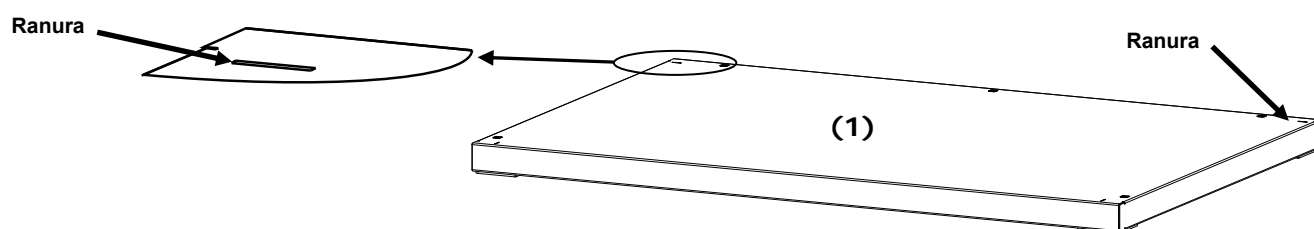

Figura 1. Panel inferior
1. Coloque el panel inferior (1) sobre una superficie limpia y lisa. Consulte la Figura 1.